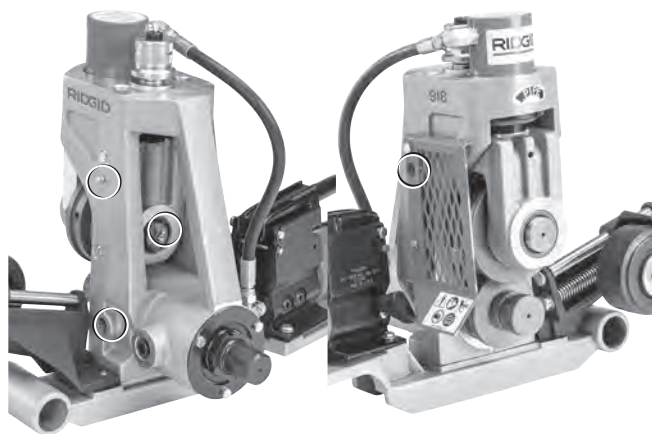

Abbildung 22 - Schmiernippel
- Schmieren Sie das Rollnutgerät an den Schmiernippeln (siehe Abbildung 22). Fügen Sie Fett hinzu, bis eine kleine Menge herausgedrückt wird.